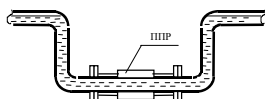

Рисунок 2
- в случае частичного заполнения трубопровода (по сечению) ППР следует устанавливать в U-образном колене (см. рисунок 2);